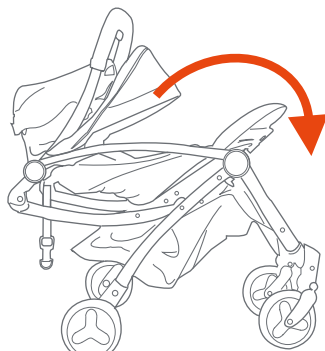
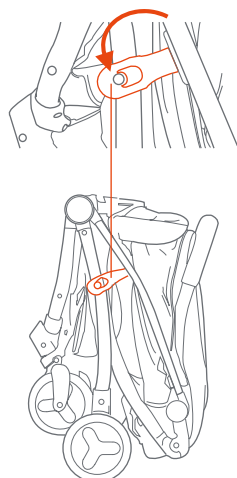

Fig. 12c
Fig. 12d
- Una vez que el carrito comience a plegarse, suelte la manija y empuje el manubrio hacia delante hasta que el carrito esté plegado (Fig. 12c). Trabe la palanca de liberación para sujetar el carrito (Fig. 12d).